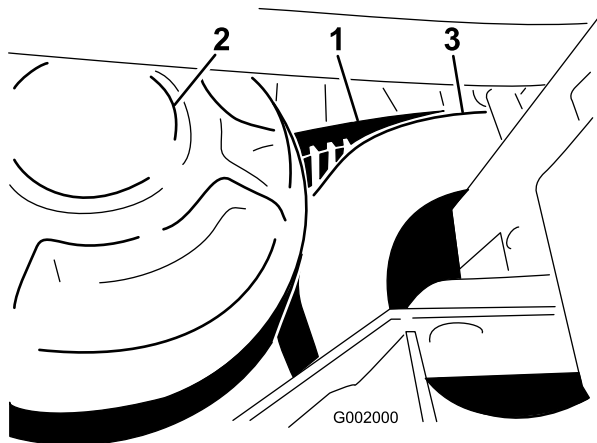

Figura 63
1. Girate la cinghia e fatela passare sulla frizione secondaria (Figura 63).